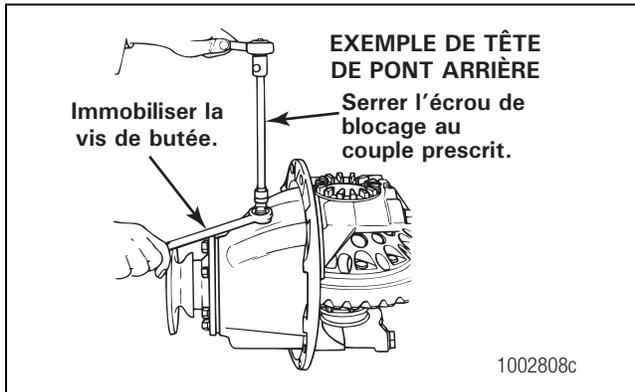

Figure 5.80
5. Serrer l'écrou de blocage, selon l'équipement, au couple prescrit. Se reporter à la Section 8. Figure 5.80.